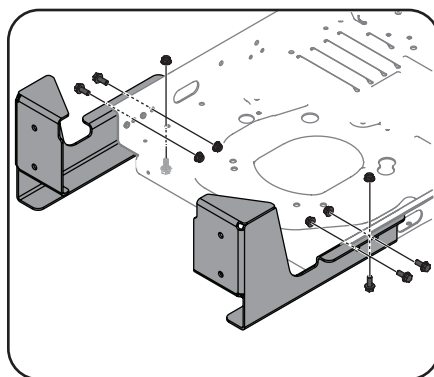

Figura 4-2
1. Asegure las ménsulas del montaje al tractor usando seis tornillos hexagonales, (710-04043 y seis (712-04063) tuercas, de seguridad de brida, desde el paquete de ferretería (689-00567). Vea Figura 4-2